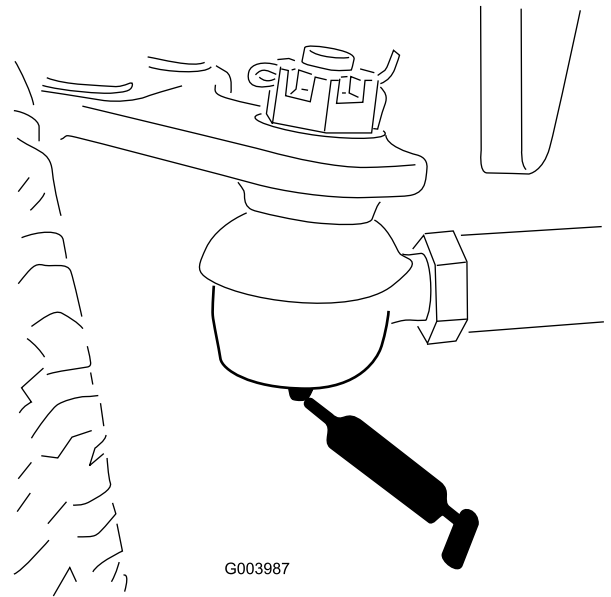

Figura 67
- Tirante del eje trasero (2) (Figura 67)